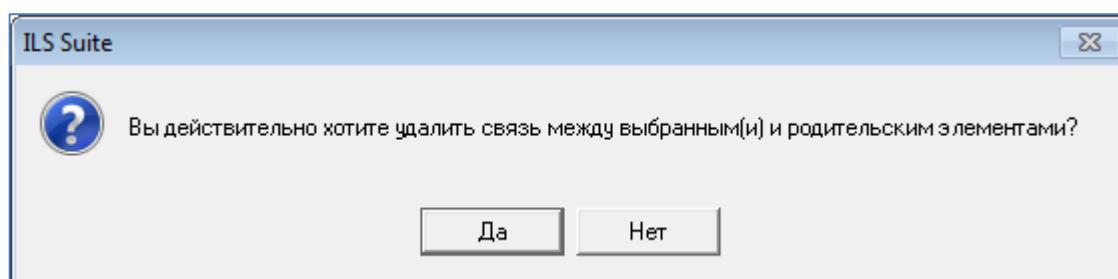

Рис. 13-485 – Диалоговое окно
- 4) Нажать кнопку «Удалить связь» панели «Правка» (рис. 13-485).